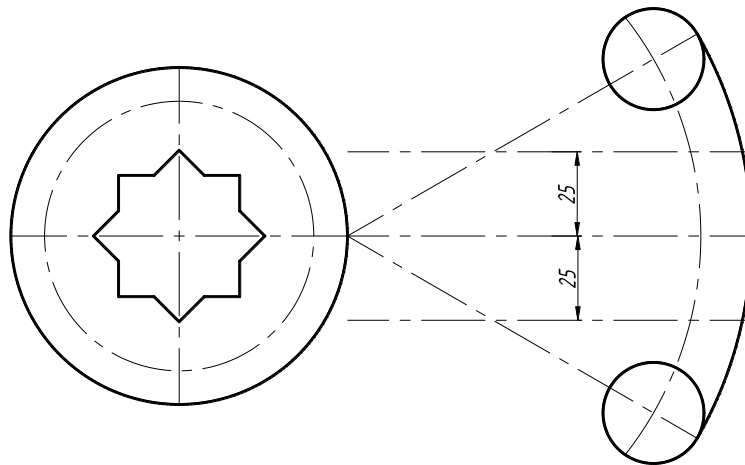

Рис. 3.7
13. Обрежьте часть окружности, используя команду «Обрезать», граничными кромками выбрать окружности $R 15$ мм (рис.3.7).
14. Скопируйте осевую линию на 25 мм «вниз» и «вверх», используя команды «Копировать» или «Смещение» (см.стр.18, 19), рис.3.7.